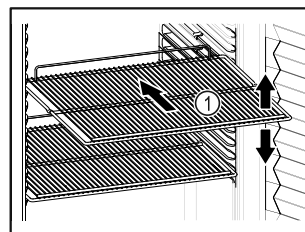

Fig. 54
- ❑ Indien de legroosters Fig. 54 (1) verplaatsbaar zijn, deze aan de hoogte aanpassen.